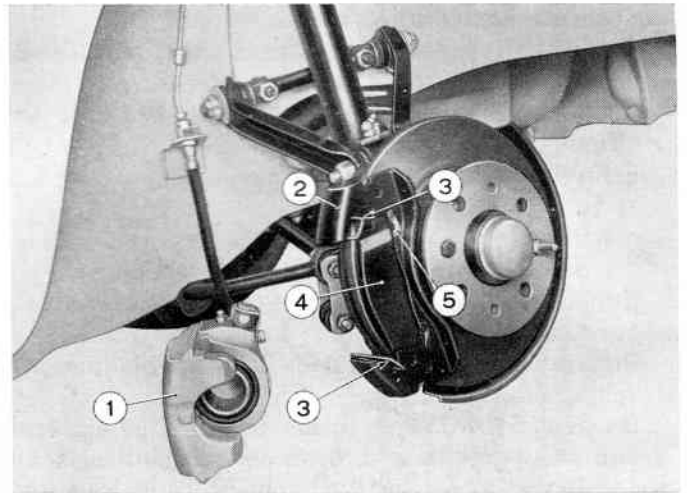

Abb. 73.
- die Bremszange (Abb. 73) ausbauen;